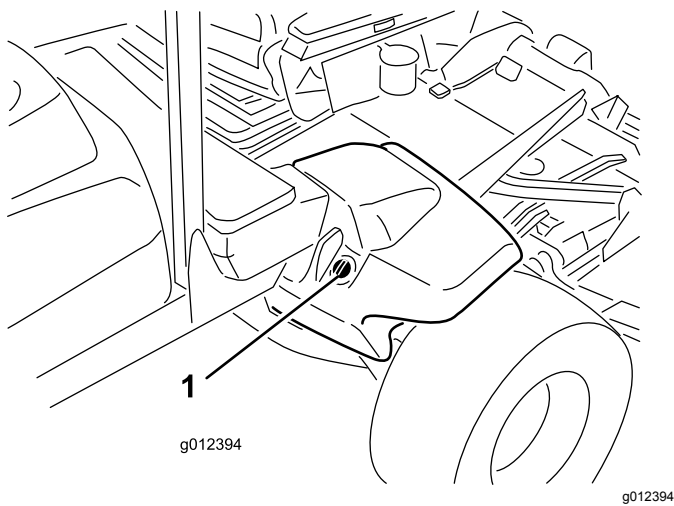

Figura 18
2. Pulite attorno al collo del bocchettone e del tappo del serbatoio idraulico (**Figura 18**). Togliete il tappo dal collo del bocchettone.